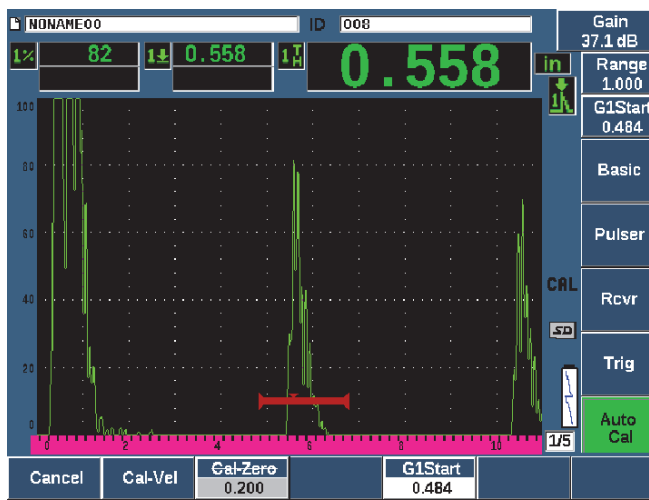

Figure 3-15 Départ de la porte 1
11. Amenez l'indication à 80 % de la hauteur plein écran à l'aide des touches 2ND F et AUTO XX% (voir la Figure 3-15 à la page 78).